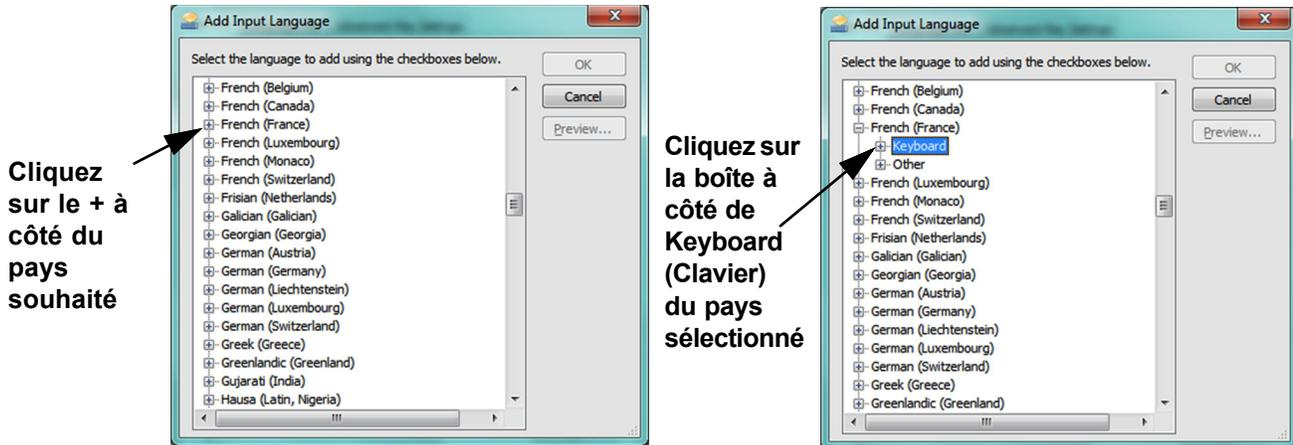
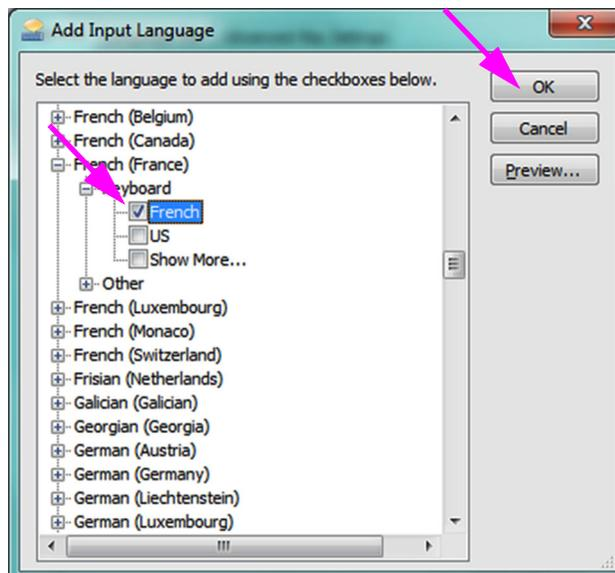

Figure C-9. Écran Add Input Language (Ajouter une langue d'entrée) avec le français sélectionné (exemple)
Figure C-10. Fenêtre Add Input Language (Ajouter une langue d'entrée) avec toutes les entrées
4. Dans la fenêtre Add Input Language (Ajouter une langue d'entrée), utilisez le menu déroulant pour sélectionner la combinaison de langue (pays) souhaitée, cliquez sur le **+** se trouvant à côté de la langue (pays) souhaitée, puis cliquez sur le **+** à côté du clavier (cf. Figure C-9).
5. Lorsque vous avez sélectionné le nouveau clavier correspondant à la langue sélectionnée dans la Figure C-9, un menu déroulant s'affiche sous le clavier sélectionné (cf. Figure C-10).